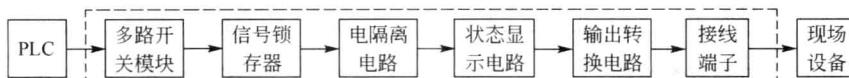

图 1-7 输出接口的结构
② 输出接口电路
a. 输出接口电路的组成和作用。输出接口电路由多路选择开关模块、信号锁存器、电隔离电路、模块状态显示、输出电平转换电路和接线端子组成，如图 1-7 所示。在输出扫描期间，